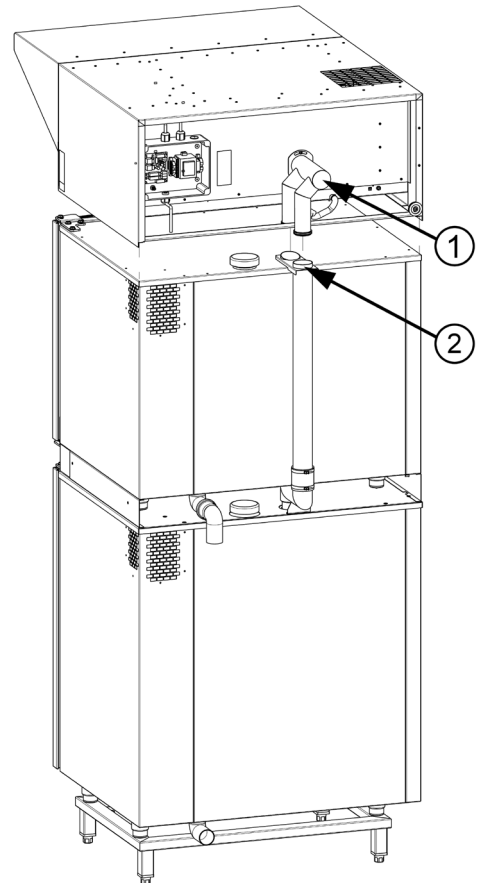

Figure 21a : Une hotte sur une combinaison de deux appareils
Depuis l'arrière de la hotte, après avoir retiré les 2 boulons et l'une des fixations du tuyau, retirez l'adaptateur à une voie de la conduite et remplacez-le par l'adaptateur à deux voies (1) (voir fig. 21a, 21b) du kit et refixez-le avec les boulons.
Installez la hotte sur la combinaison d'appareil en prenant soin de correctement raccorder l'adaptateur d'entrée à deux voies (1) à la conduite de l'appareil du haut (2) (voir fig. 21a, 21b).